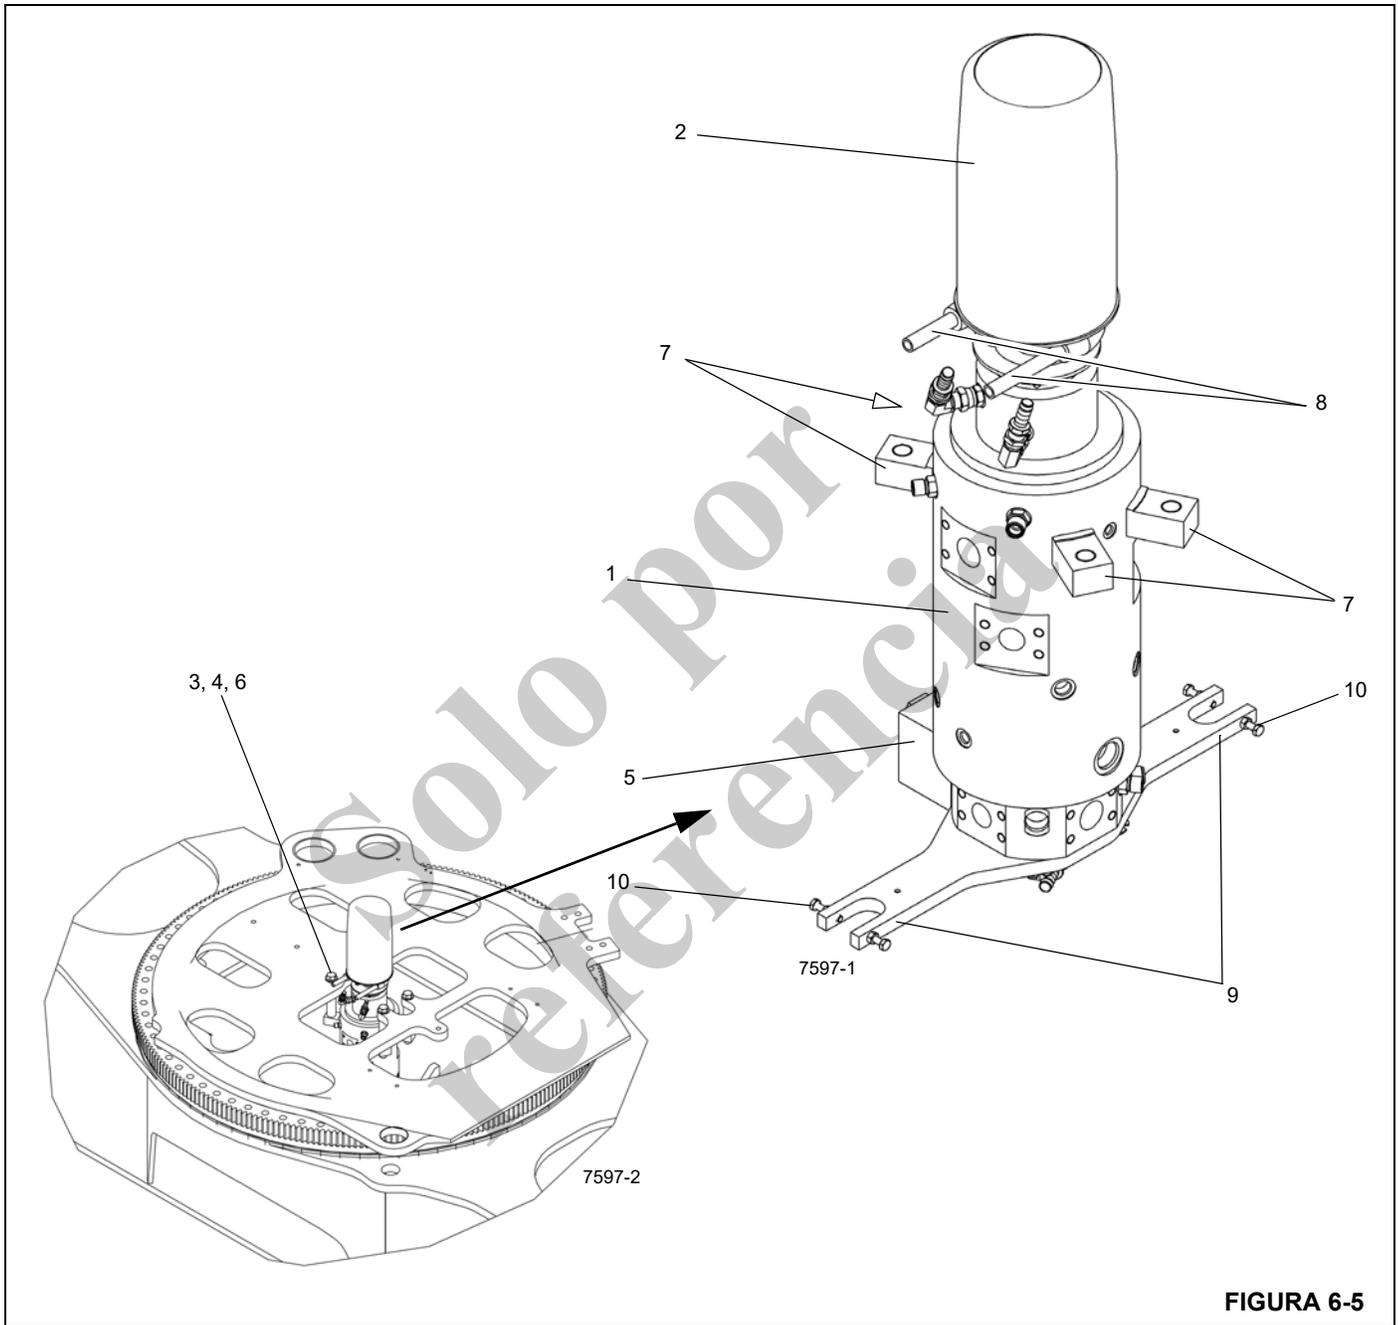

FIGURA 6-5
El conjunto de giro consiste en un adaptador giratorio hidráulico de 14 lumbreras, acondicionador de aire, un adaptador giratorio de agua y un conjunto de anillos colectores de 46 conductores (2) (Figura 6-5). No es posible usar conexiones rígidas para transferir aceite, agua caliente ni electricidad entre el vehículo y la superestructura debido a que esta puede girar 360° continuamente. El uso de adaptadores giratorios cumple esta función de modo eficiente.
La parte de tubo del adaptador giratorio hidráulico se conecta a la placa de base de la plataforma de giro por medio de cuatro pernos (3), arandelas (4) y bujes (6) (Figura 6-5), los cuales se conectan a orejetas de montaje (7) en la caja. La porción del carrete del adaptador giratorio viaja sobre un anillo de empuje en la parte superior de su caja. La porción del carrete se mantiene inmóvil respecto al vehículo por medio de pernos y placas retenedoras de perno fijadas a la placa retenedora (9) del adaptador giratorio, la cual se fija a las orejetas del chasis del vehículo por medio de pernos y contratueras (10). Esto permite que el carrete